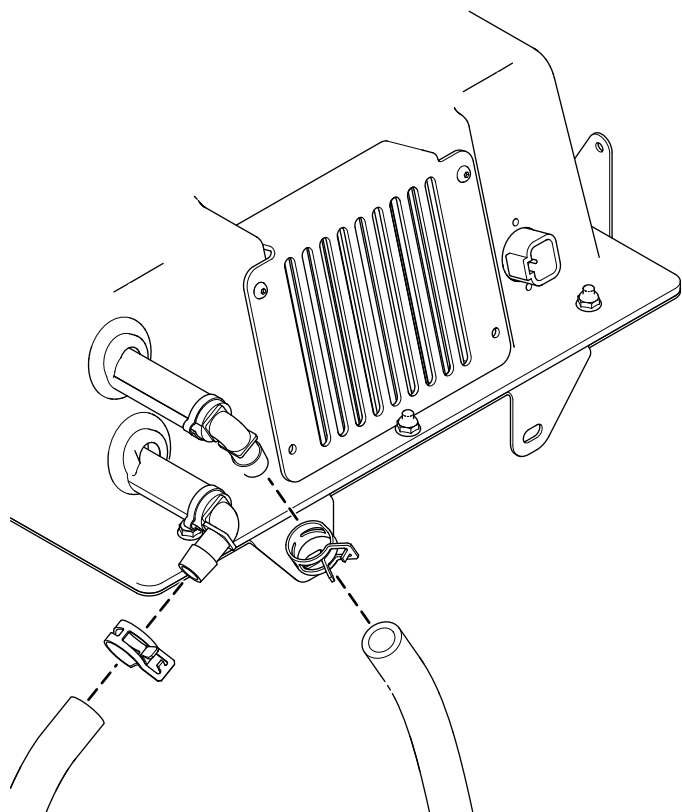

Рисунок 16
7. Присоедините 2 шланга для охлаждающей жидкости на передней стороне блока обогревателя с помощью 2 ленточных хомутов, как показано на Рисунок 16.